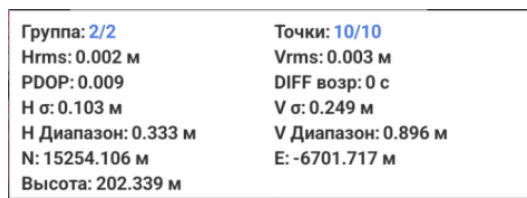

Рисунок 4.2.16
2. Данный тип точек отличается вкладкой **Среднее**, где можно просмотреть точностные характеристики снятой точки (Рисунок 4.2.16).